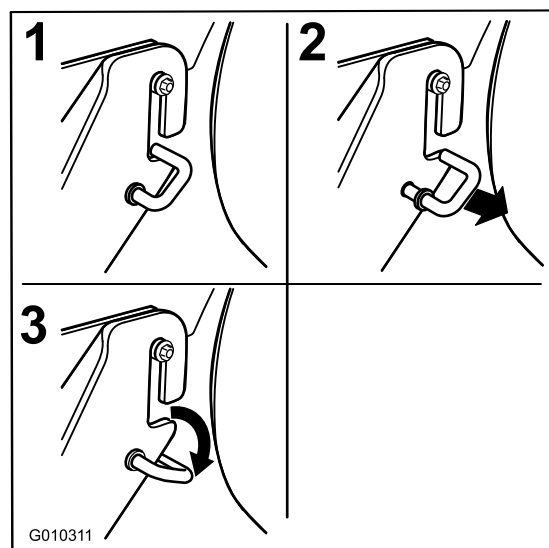

Bild 67
- Bewegen Sie an beiden Seiten des Mähwerks die gefederten J-Haken aus dem Schlitz in den hinteren Hängeprofilhalterungen (Bild 67).